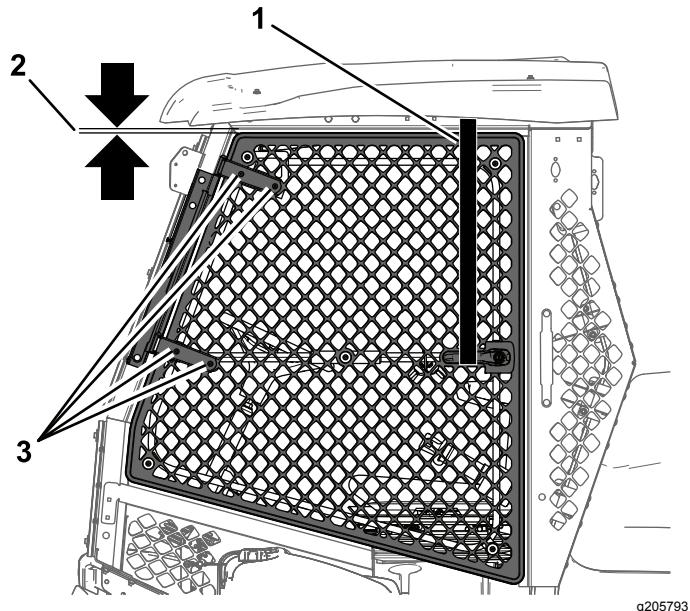

図12
- ラチエットストラップの一方の端をフレームのレールに、もう一方の端をドアのハンドルに取り付ける図12。
- ドアヒンジのボルト4本とナット4個をゆるめる図12。